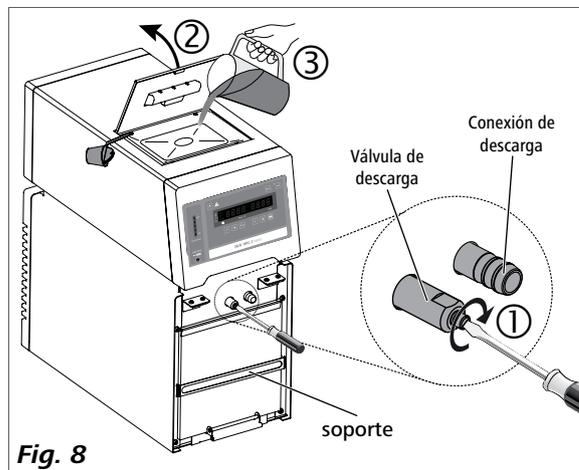

Fig. 8
- Asegúrese de que la válvula de descarga esté cerrada (Gire hacia la derecha hasta el tope; consulte la Fig. 8.).
- Inserte el enchufe en la toma correspondiente y encienda el aparato con el interruptor de alimentación (10).